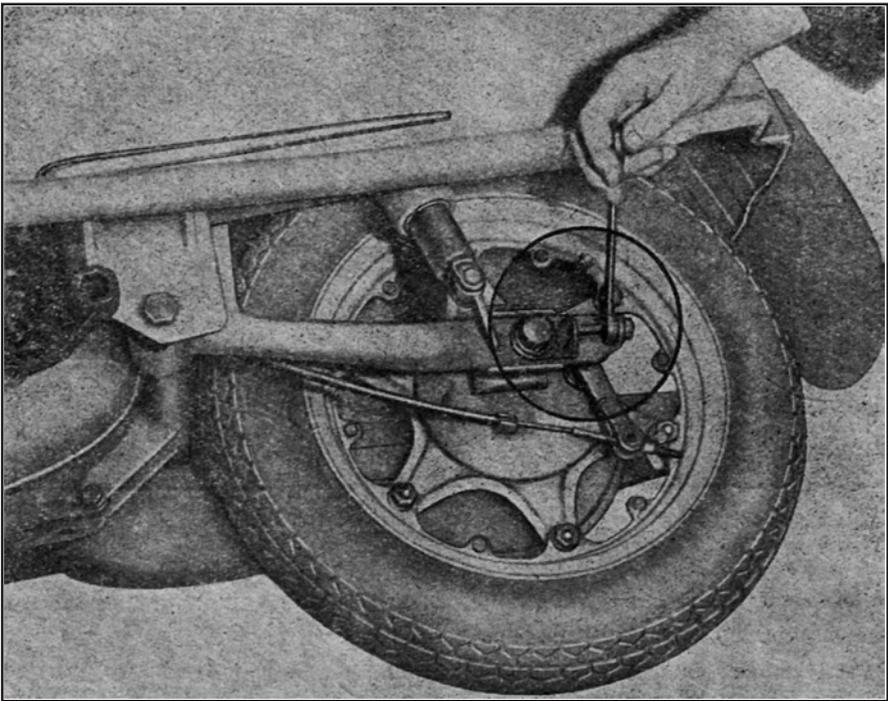

Abb. 20. Spannen der Kette
5. DAS SPANNEN DER KETTE (Abb. 20)